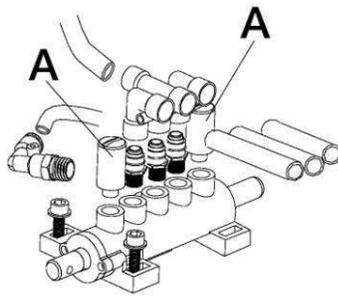

Figure 2
- Retirer le couvercle du côté du boîtier et dévisser les mâchoires de serrage (Fig.2).